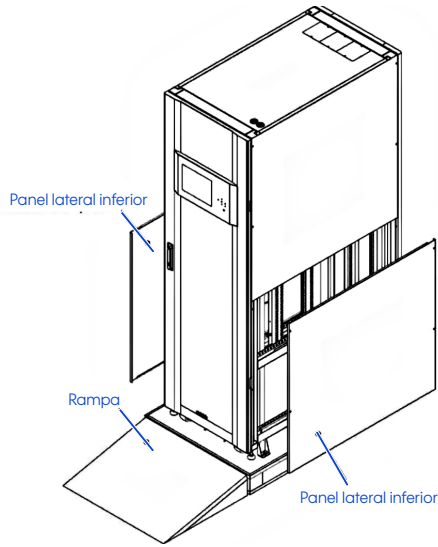

Figura 3-7 Desempaquetado del UPS-IND 1300 MRI
4. Retire las 4 placas de fijación y desenrosque las patas niveladoras girándolas hacia la izquierda. A continuación, retire el gabinete de la tarima. Consulte la figura 3-7.